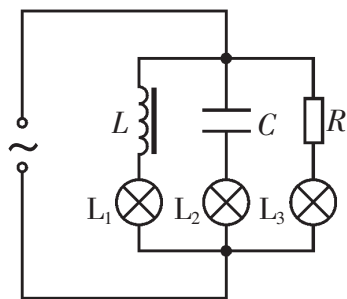

图 2-4
8. 如图 2-4 所示, 如果电路中交变电流的频率增大, 三盏电灯的亮度将如何改变? 为什么?